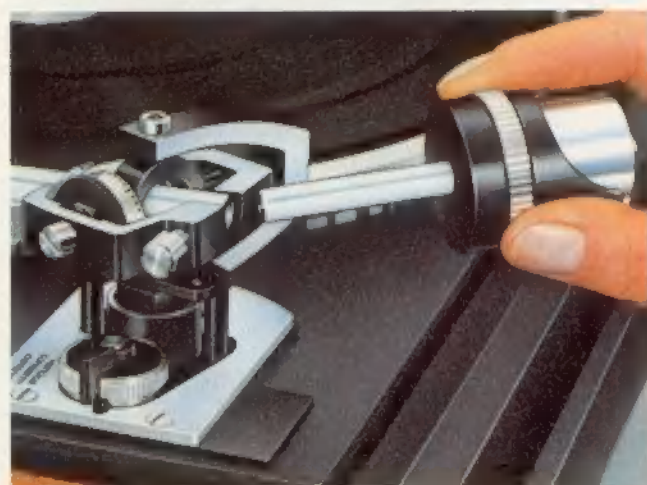

Fig. 3
Nehmen Sie bitte das Tonarm-Balancegewicht aus dem Styroporeinsatz und stecken Sie den Dorn des Balancegewichtes, nach Lösen der Feststellschraube (10), in die dafür vorgesehene Öffnung am hinteren Ende des Tonarmes. Die dreikantförmige Aussparung am Dorn muß dabei nach unten zeigen (Fig. 3). Das Ausbalancieren sowie das jetzt erforderlich werdende Einstellen von Auflagekraft und Antiskating ist ausführlich beschrieben auf den Seiten 20, 22 und 24.
Take the tonearm counterbalance out of its styrofoam insert. Loosen the setscrew (10) at the rear of the tonearm, and insert the shaft of the counterbalance in the opening provided for this purpose. The triangular-shaped notch of the shaft must point in downward direction (Fig. 3).